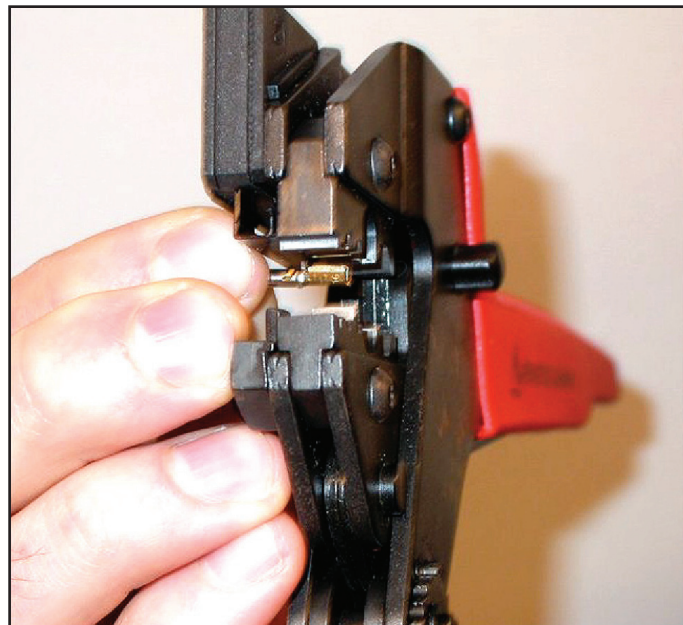
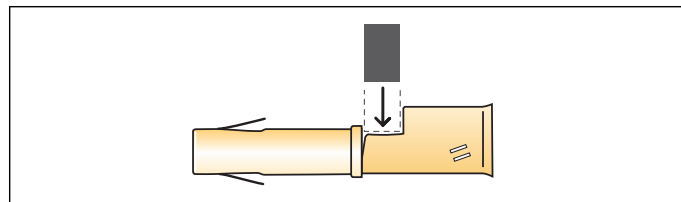

рисунок 45.12: Обжимка (1) гнездового контакта
рисунок 45.13: Позиционирование гнездового контакта
- 10 Поместите гнездовой контакт в обжимные клещи (инструмент 3, см. рисунок 45.12). Верхняя часть обжимных клещей имеет ребро для позиционирования гнездового контакта в инструменте (см. рисунок 45.13).